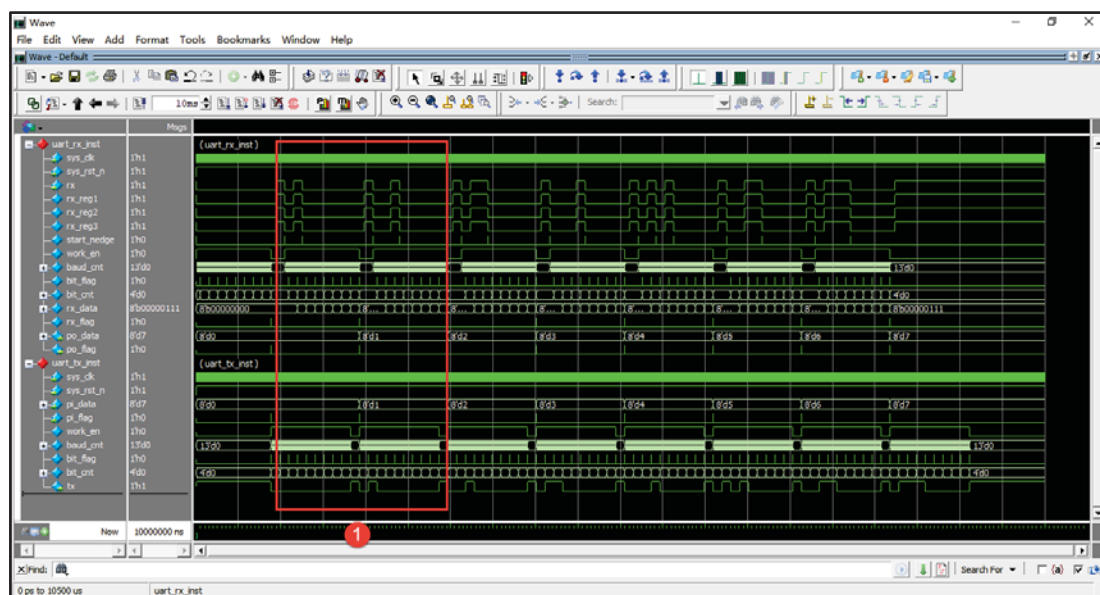

图 30-44 顶层仿真波形图（一）
打开 ModelSim 后先清空波形信号，重新添加要测试的模块，把 `uart_rx` 模块和 `uart_tx` 模块的波形都添加进来并分组，我们仍让波形跑 10ms，先将波形窗口信号的排列顺序和所画的波形图顺序一致再进行观察。模拟 PC 机发送 8 次（数据值从 0 到 7）串行数据的波形如图 30-44 所示。我们放大红色圈①处的波形进行详细观察。